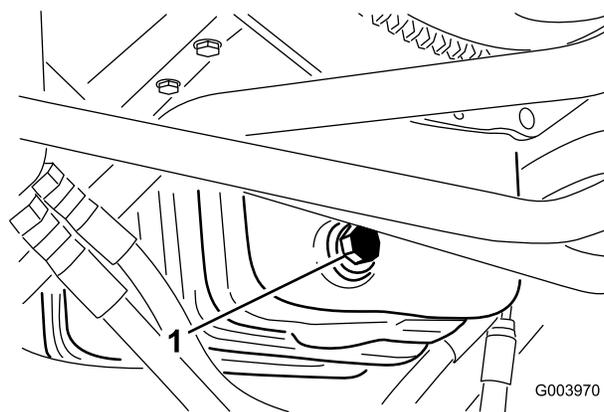

Рисунок 51
1. Снимите сливную пробку (Рисунок 51) и дайте маслу стечь в сливной поддон.